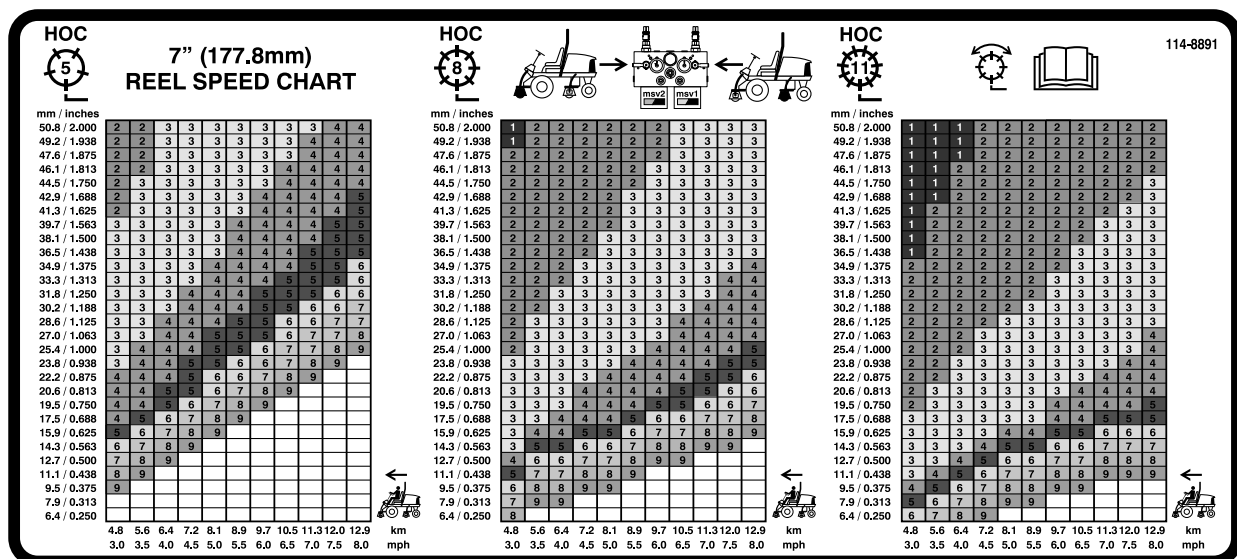

図 39
3. ステッカー 110-0996 (図 39) 上のグラフを使って、適切なリール速度の設定を行う。